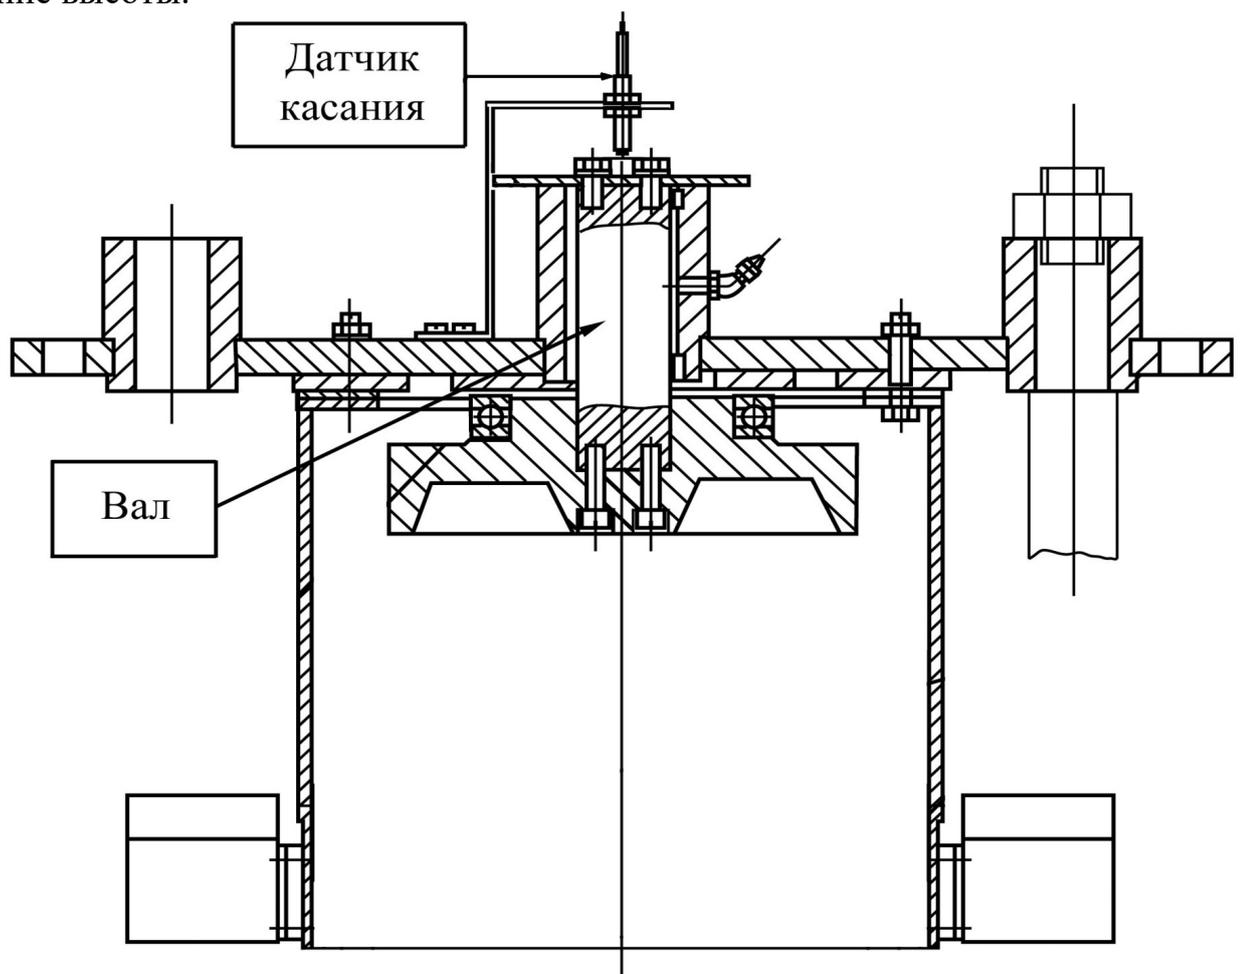

Рисунок 13
- производится подъем пружины до касания с опорной поверхностью рисунок 13.